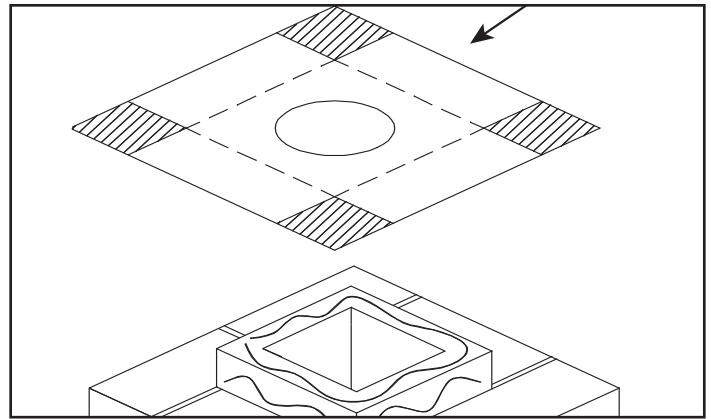

Figure 4.19
3. Fixez le solin en tôle galvanisée en haut de la cheminée en maçonnerie au moyen d'un boudin de colle qui ne durcit pas pour le rendre étanche. Si le solin est plus grand que le haut de la cheminée, faites des entailles et repliez-le selon les besoins pour l'adapter à la cheminée. Voir la Figure 4.19.